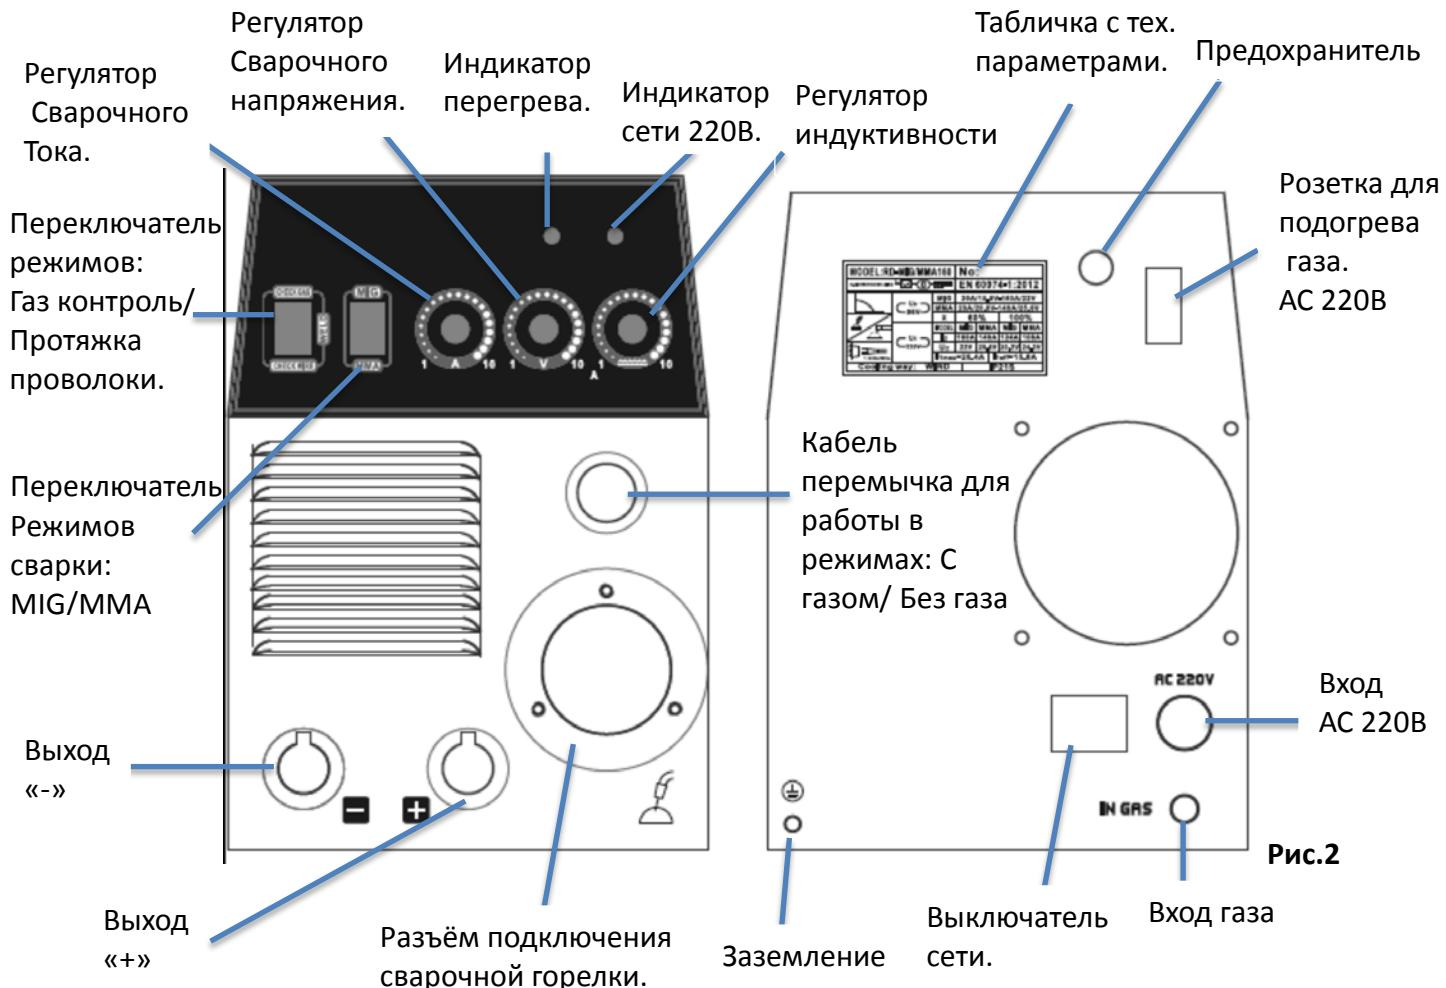

Рис.2
- Сварочная горелка подключается к разъёму сварочного полуавтомата на панели управления и закручивается до упора (**Рис. 2**).
- Сварочная горелка подключается к разъёму сварочного полуавтомата на панели управления и закручивается до упора (Рис. 2).
На лицевой панели управления находятся индикаторные лампы, контроллер сварочного тока и напряжения, индуктивности, разъём сварочной горелки, выход «-», переключатель режимов Газ контроль/Протяжка проволоки и переключатель режимов сварки MIG/MMA (Рис. 2).
- Переведите переключатель режимов сварки (Рис.2) в положение MIG.